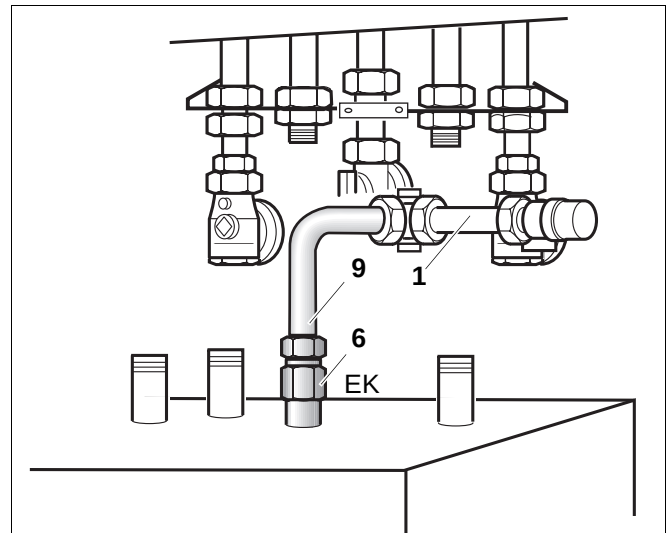

Abb. 19 Kaltwasser-Anschlussrohr
- Verlängerung G $\frac{3}{4}$ (Abb. 19, Pos. 6) am Speicheranschluss (EK) mit Hanf eindichten.
- Kurzen vorgebogenen Wellschlauch (Abb. 19, Pos. 9) mit Dichtung (Abb. 1, Pos. 2) an die Sicherheissgruppe (Abb. 19, Pos. 1) und der Verlängerung (Abb. 19, Pos. 6) am Speicher (EK) verbinden.